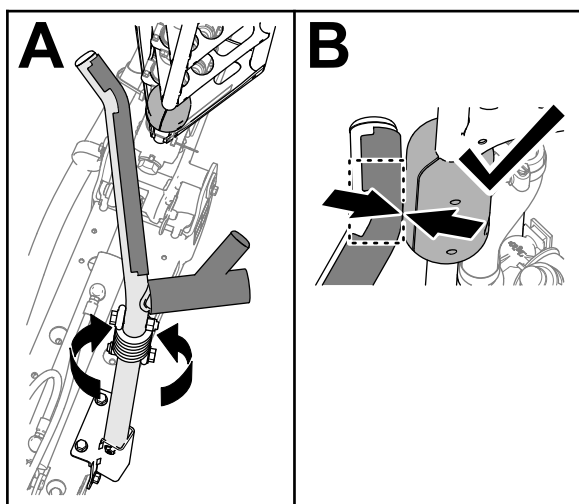

Figura 112
4. Gire el conjunto del soporte hasta que la curva del tubo esté alineada con el tope deslizante del tubo superior del brazo exterior (Figura 112)
Nota: Los topes deben entrar en contacto con el soporte en la curva del tubo superior del soporte (Figura 112).